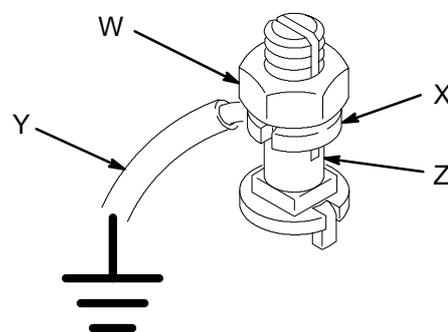

Fig. 2
1. *Pompa:* Utilizzare un filo di terra e bloccare come mostrato in Fig. 2. Allentare il controdado dello spinotto di terra (W) e della rondella (X). Inserire un'estremità di un filo di terra (Y) con una sezione minima di $1,5 \text{ mm}^2$ nel solco dello spinotto (Z) e serrare fermamente il controdado. Collegare l'altra estremità del filo ad una messa a terra efficace. Ordinare la parte numero 237569 - filo di messa a terra e pinza.